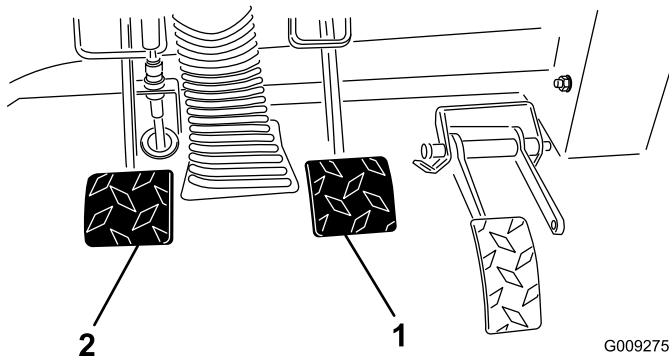

Рисунок 70
2. Поднимите педаль тормоза, (Рисунок 70) пока она не коснется рамы.
3. Ослабьте контргайку крепления вилки к валу главного тормозного гидроцилиндра (Рисунок 70).